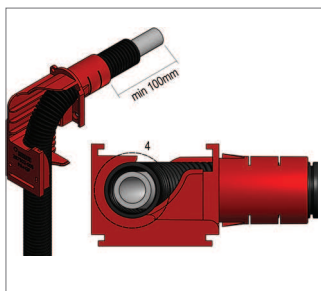

Fig. 5-35 Steg 4
- **Steg 4:** Se till att skyddsroret sitter helt fast i väggbockfixturens bakre fästdel (Fig. 5-35).